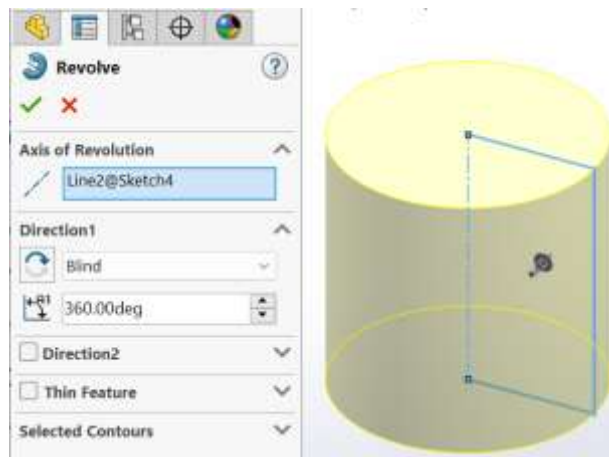

Рисунок 4.28 – Налаштування фантомного зображення тривимірної моделі циліндра шляхом обертання
6. Переходимо на вкладку Features на CommandManager, натискаємо кнопку Revolved Boss / Base та виконуємо інструкцію (Revolves a sketch or selected sketch contours around an axis to create a solid feature. Use the Revolve PropertyManager to define the axis of revolution, and the PropertyManager or the Instant 3D drag handle to define its direction and extent of the revolve / Обертає ескіз або вибрані контури ескіза навколо осі для створення суцільного об'єкта. Використовуйте Revolve PropertyManager, щоб визначити вісь обертання, і PropertyManager або 3D налаштування з ручним перетягування, щоб визначити напрямок і ступінь обертання). Після цього активується PropertyManager з налаштуваннями та фантомним зображенням попереднього перегляду тривимірної моделі циліндра (рисунок 4.28).